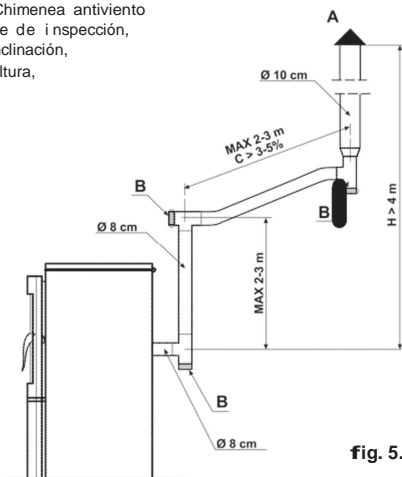

fig. 5.5.1
- Los tubos a utilizar para la evacuación del humo deben ser rígidos en acero aluminoso barnizado (espesor mínimo 1,5 mm) o en acero inox. (espesor mínimo 0,5 mm) con diámetro nominal de 8 cm y juntas (hasta 5 metros de recorrido) o de 10 cm con juntas (para recorridos de más de 5 metros) (Fig. 5.5.1).